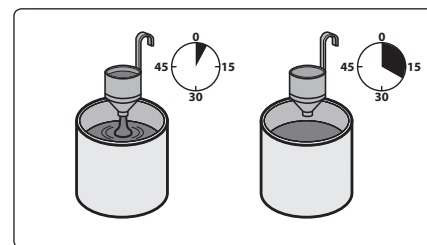

Abb. 3
- Befüllen Sie den Fülltrichter (Abb.1, Position 7) bis zum Rand und messen Sie die Zeit, die zum Entleeren des Fülltrichters notwendig ist. Diese gemessene Zeit wird als DIN-Sekunde bezeichnet, siehe Abb. 3.